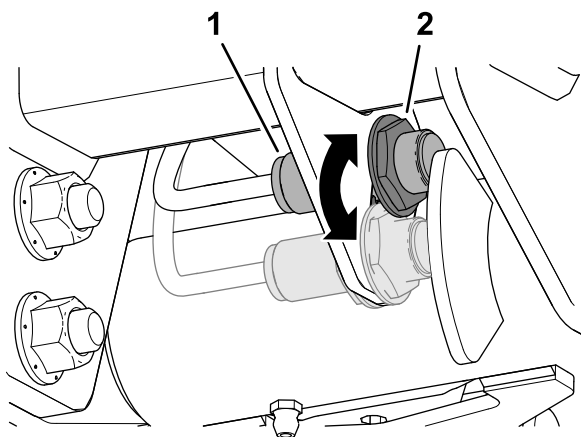

Figura 86
3. Slăbiți contrapiulița care fixează comutatorul braului de ridicare pe plăcuța cu comutator (Figura 86).